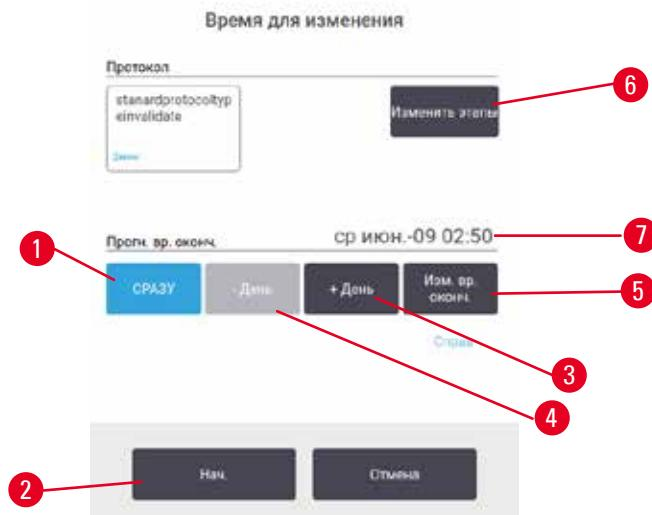
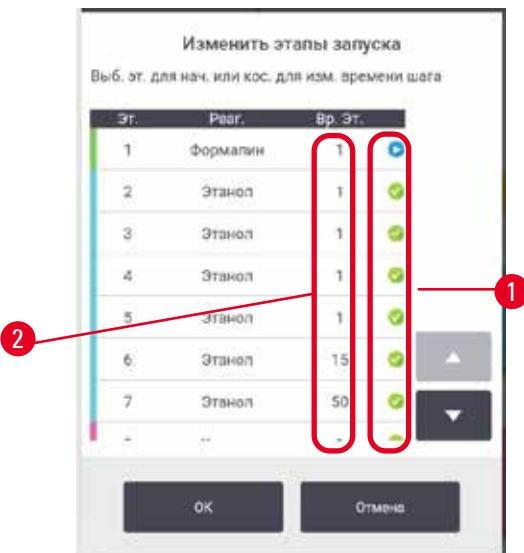

Рис. 53
Рис. 55
Выбрать время выполнение протокола можно в диалоговом окне **Time to edit (Время для изменения)** (→ Рис. 53). Диалоговое окно открывается после загрузки протокола, ввода ID корзин и количества кассет (→ с. 83 – 5.5.2 Изменение первого этапа для единичного запуска).
- Начните запуск протокола в обычном порядке с экрана **Status** (Готовность) и продолжайте, пока не откроется диалоговое окно **Time to edit** (Время для изменения) (→ Рис. 53). Нажмите кнопку **Edit steps** (Изменить этапы) (→ Рис. 53-6), чтобы открыть диалоговое окно **Edit the run steps** (Изменить этапы протокола) (→ Рис. 55).